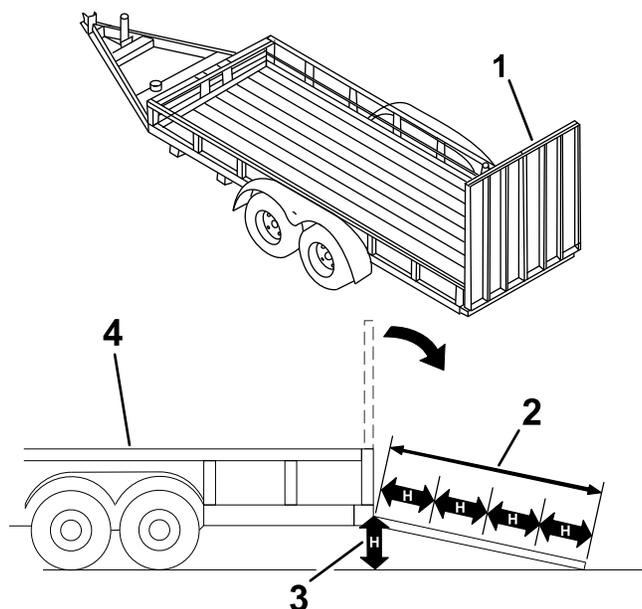

図 28
マシンをトレーラなどに搭載する作業は、機体を転倒させる危険をはらんでおり、万一そのような事故が起こると死亡事故など重大な人身事故となる 図 28。
- ランプ板を下ろす 図 28。